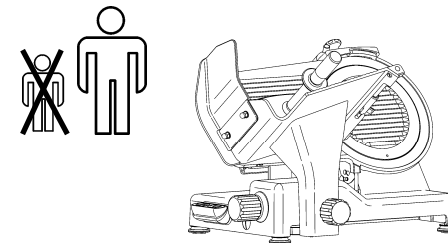

Abb. 18
- Kindern, Unfähigen und jedenfalls nicht ausgebildeten Personen sollte der Zutritt verboten werden (Abb. 18).